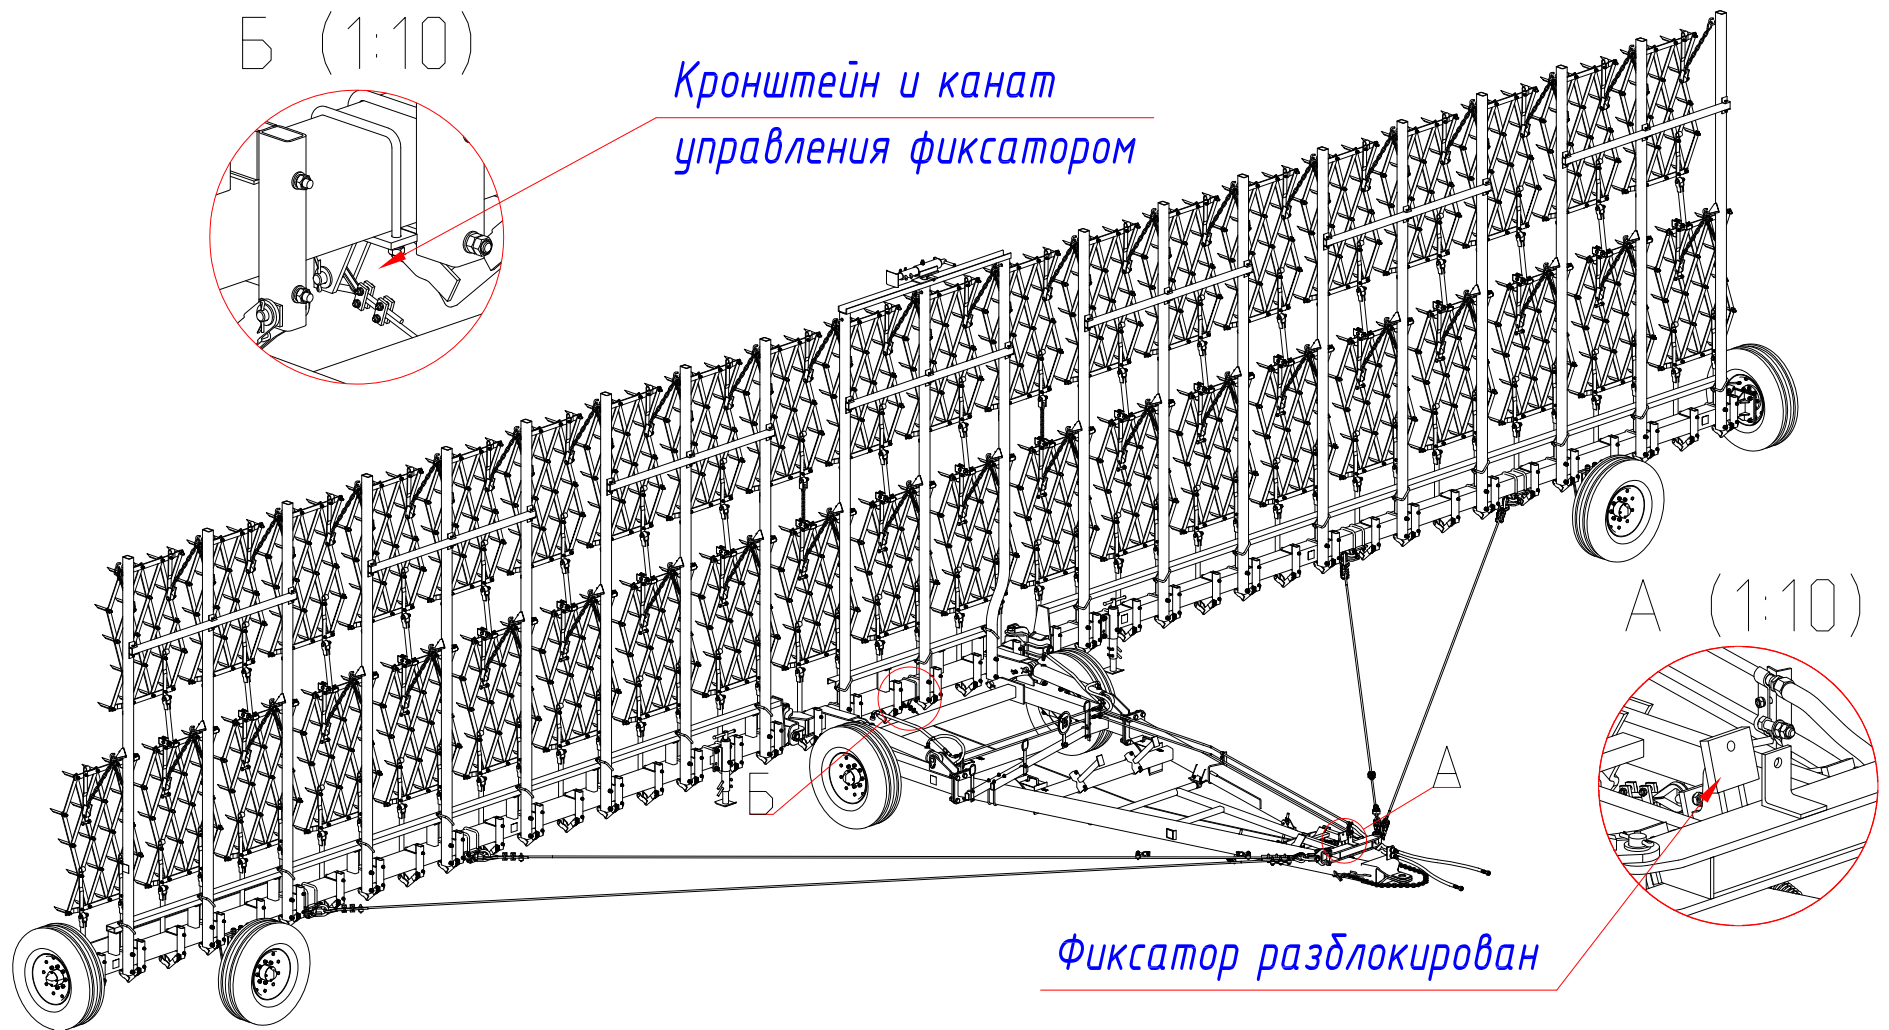

Рис.15 Подъем балок с боронами для перевода сцепки в транспортное положение
7.4.3.Перевести бороны в транспортное положение, повернув все балки с помощью гидроцилиндров (Рис.15).